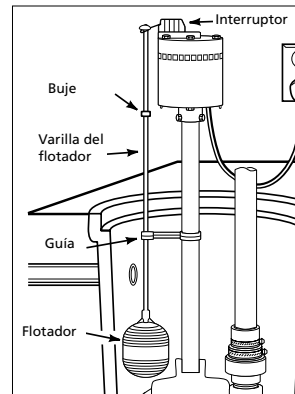

Figura 1
1. Inserte la varilla del flotador en el orificio de la palanca del interruptor (ver Figura 1).
3. Usando un alicate para sujetar la varilla del flotador, atornille el flotador en posición, conforme se muestra en la Figura 1.